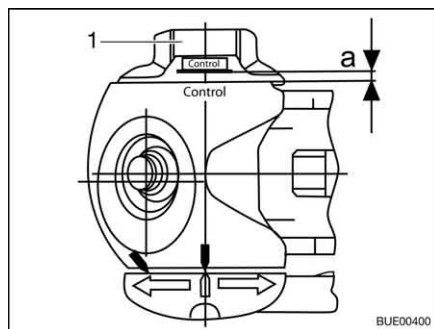

Fig. 206 Control de desgaste
- Girar la ruedecilla (Fig. 206,1) hasta comprobar que la limitación de par emita un sonido audible. Dirección de giro: En sentido de las agujas del reloj.
- Distancia  $a > 0$  (Fig. 206): Desgaste dentro del margen permitido.